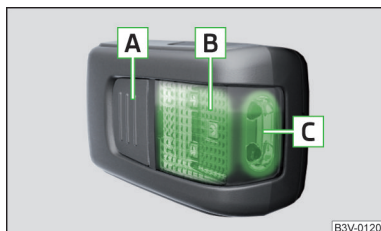

Fig. 109
**Descripción de la luz » fig. 109**
► Para **encender** de la lámpara retirada, presionar la tecla **A** » fig. 109. Presionando nuevamente se **apaga** la lámpara.
Si no se apaga la lámpara y está colocada correctamente en el soporte, los medios de iluminación LED en la parte delantera de la lámpara **C** » fig. 109 se apagan automáticamente.